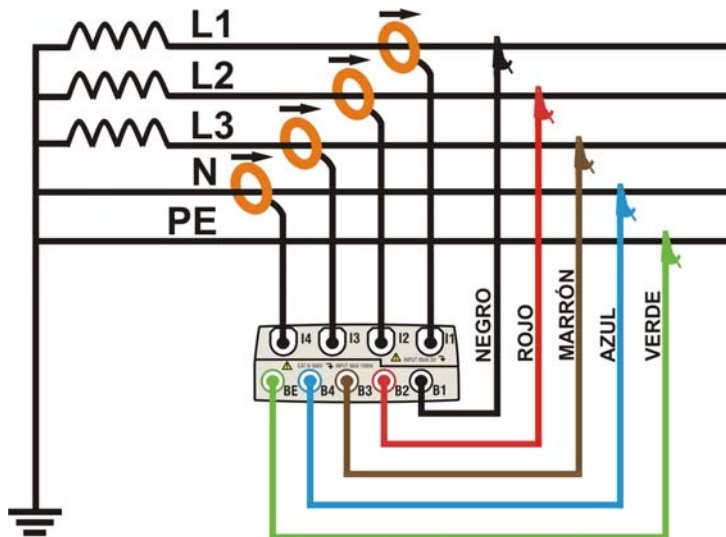

Fig. 106: Conexión del instrumento en un sistema Trifásico 4-hilos
2. Conecte los cables de medida de tensión sobre los conductores de Fase L1, L2, L3, Neutro y Tierra respetando los colores como muestra la Fig. 106. **Verifique en el visualizador la indicación “123” relativa al correcto sentido cíclico de las fases** (ver el § 5.2.1) y efectuar las oportunas correcciones hasta cumplir tal situación.
3. Conecte las pinzas de corriente sobre el conductor de Fase L1, L2, L3 y Neutro N como muestra la Fig. 106 **respetando el sentido de la flecha** presente sobre la misma pinza que indica la dirección convencional de la corriente desde el generador a la carga. **Verifique siempre, en la pantalla de la sección Visualización Medida, que las Potencias Activas P1, P2, P3 sean siempre positivas y que el factor de potencia Pf1, Pf2, Pf3 correspondiente a una carga, normalmente inductiva, antes de activar un registro. En caso de valores negativos de la potencia activa gire la pinza 180° sobre el conductor interesado.**